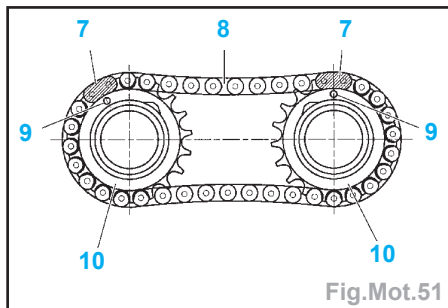

Fig.Mot.51
- Le calage des arbres à cames s'effectue en mettant les maillons noirs (7) de la chaîne (8) en face des repères (9) des pignons d'arbre à cames (10) (Fig. Mot.51).